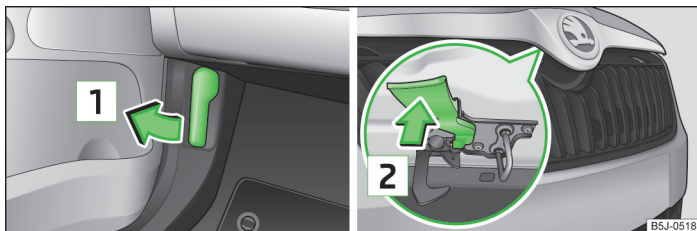

Fig. 126 Maneta de deblocare a capotei motorului / masca radiatorului: Maneta de deblocare
➤ Trageți maneta de deblocare aflată sub planșa de bord  » fig. 126.
- Presați maneta de deblocare în sensul indicat de săgeata  » fig. 126, capota motorului se deblochează.